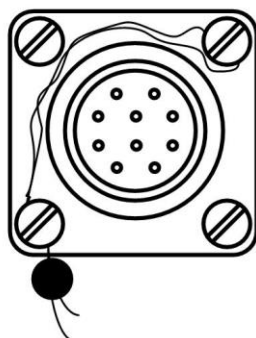

Рис.5. Вид пломбируемого разъема.
1.6.2. После поверки пломбируется разъем питания и связи (рис.5) на корпусе расходомера.